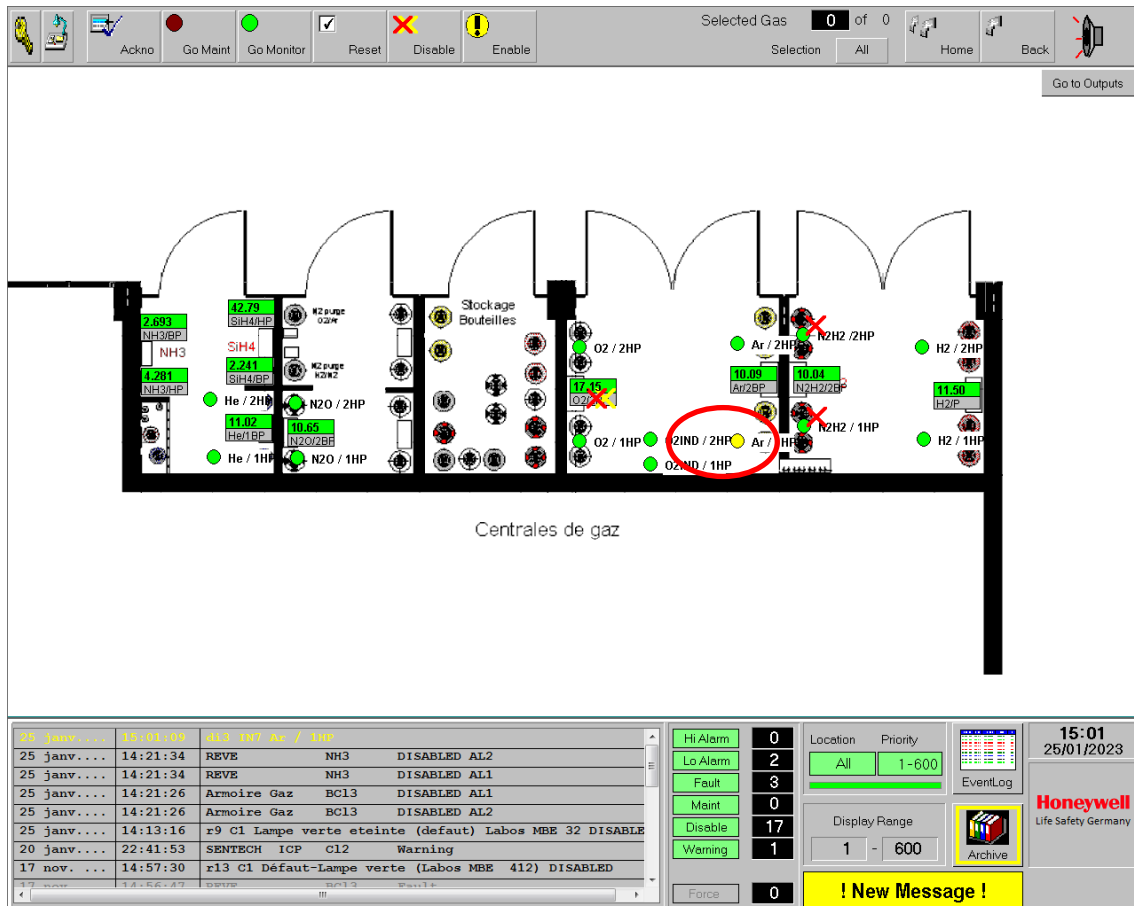

Figure 17: Bouteille Ar en alarme
- Cliquer sur la bouteille d'Ar qui a un défaut de pression (Figure 17)